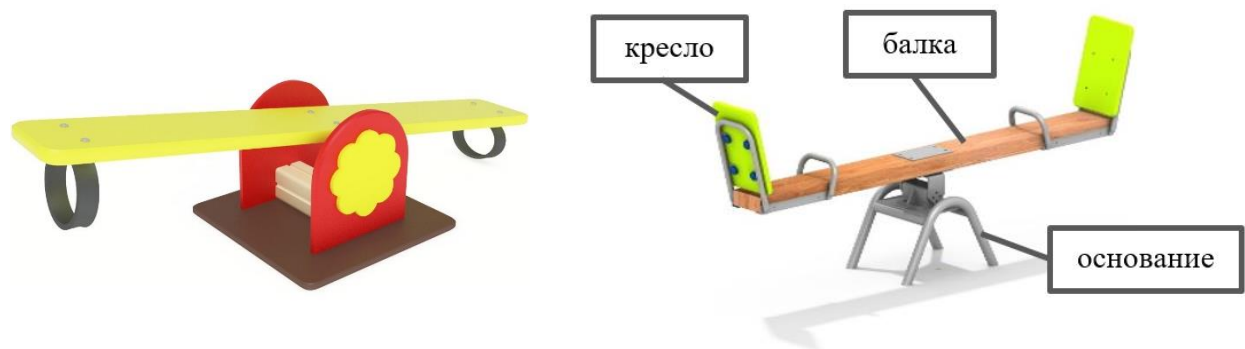

Рис.1. Варианты изделия «Качели-балансир»
- ✓ модель качелей функциональна (подвижна), состоит не менее чем из 3-х типов деталей (основание, балка, кресла, – см. Рис.1), прочая детализация – на усмотрение участника;
- ✓ основание должно быть украшено по бокам несложной декоративной накладкой (например, на Рис.1 слева это накладка в виде цветка);